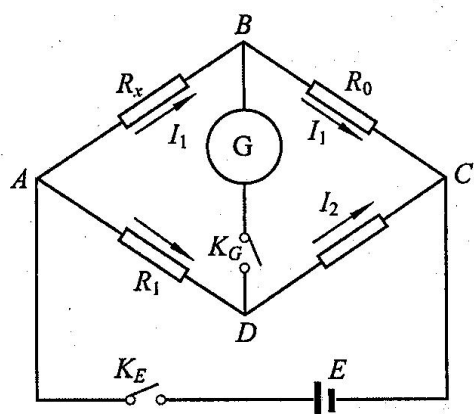
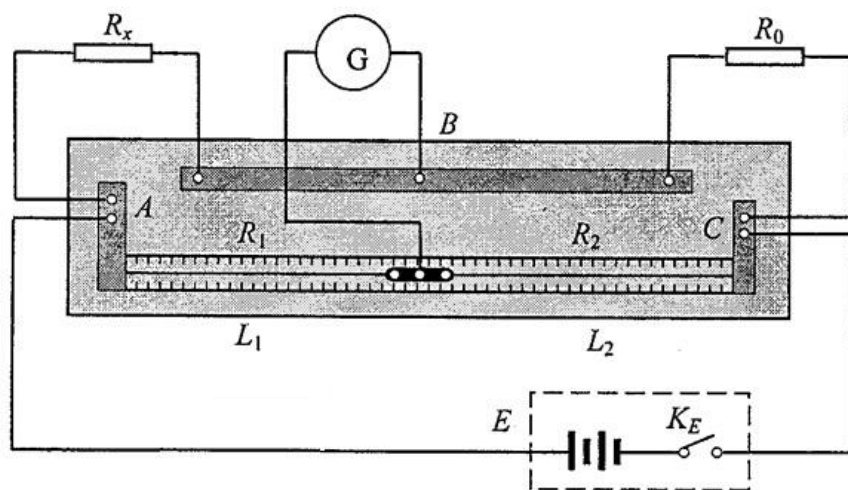

图 1-1 惠斯通电桥原理图
图 1-2 滑线式惠斯通电桥
惠斯通电桥的原理如图 1-1 所示。标准电阻  $R_0$ 、 $R_1$ 、 $R_2$  和待测电阻  $R_x$  连成四边形，每一条边称为电桥的一个臂。在对角  $A$  和  $C$  之间接电源  $E$ ，在对角  $B$  和  $D$  之间接检流计  $G$ 。因此电桥由 4 个臂、电源和检流计三部分组成。当开关  $K_E$  和  $K_G$  接通后，各条支路中均有电流通过，检流计支路起了沟通  $ABC$  和  $ADC$  两条支路的作用，好象一座“桥”一样，故称为“电桥”。适当调节  $R_0$ 、 $R_1$  和  $R_2$  的大小，可以使桥上没有电流通过，即通过检流计的电流
滑线式惠斯通电桥的构造如图 1-2 所示。 $A$ 、 $B$ 、 $C$  是装有接线柱的厚铜片(其电阻可忽略)，它们相当于图 1-1 中的  $A$ 、 $B$ 、 $C$  三点。 $A$ 、 $C$  之间有一根长度  $L=100.00\text{cm}$  的电阻丝，装有接线柱的滑键相当于图 1-1 中的“ $D$ ”点。滑键可以沿电阻丝左右滑动，它上面有两个弹性铜片。按下掀钮，铜片就与电阻丝接触，接触点将电阻丝分为左右两段， $AD$  段(设长度为  $L_1$ )的电阻  $R_1$  相当于图 1-1 中的  $R_1$ ， $BD$  段(设长度为  $L_2$ )的电阻  $R_2$  相当于图 1-1 中的  $R_2$ 。在  $A$ 、 $B$  之间接待测电阻  $R_x$ ， $B$ 、 $C$  之间接电阻箱  $R_0$ ， $B$ 、 $D$  之间接检流计  $G$ 。 $A$ 、 $C$  之间接电源  $E$ ，电源  $E$  为可调直流电源，带短路保护功能。
1) 按图 1-2 先摆好仪器，再接好线路。选择待测电阻  $R_X=510\Omega$ ，可知  $R_X$  的阻值在  $510\Omega$  左右(若不知  $R_X$  的大概数值，可用万用表的  $\Omega$  档进行粗测)。将电阻箱  $R_0$  的阻值调至与  $R_X$  相当，稳压电源  $E$  调节到  $1V$  左右；滑键  $D$  滑到  $AC$  中央。经教师检查后，打开稳压电源开关  $K_E$ 。